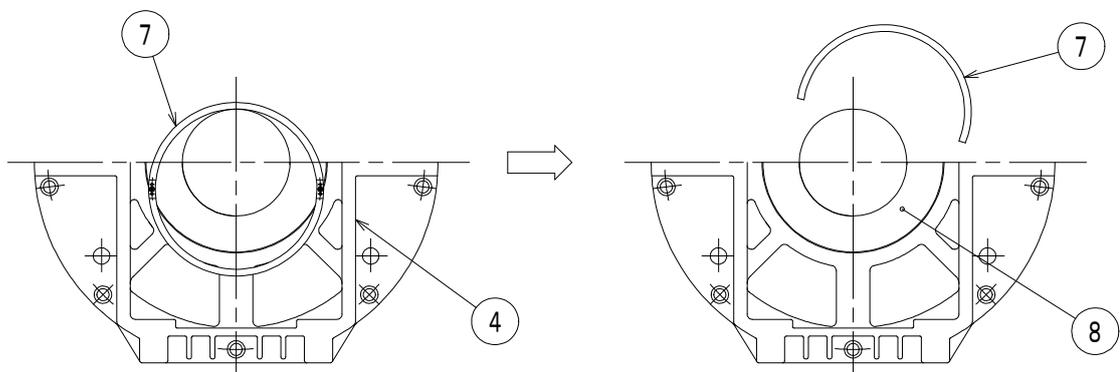

図6
- (1) ⑥軸受上半分にアイボルトを取り付ける。
- (2) アイボルトにワイヤーロープを掛け垂直に上に吊り出す。軸受取り出しに際してはメタルに傷をつけないように注意し、取り出した軸受は直接床の上に置かず枕木を使用する。
- (3) 軸受の運搬はゆっくり行ない衝撃落下は避けてください。
6. 2. 4 オイルリングの分解(図6参照)